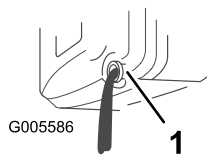

Figura 19
6. Vuelque el cortacésped hacia su lado **izquierdo**, dejando que se drene el aceite en el recipiente (Figura 19).